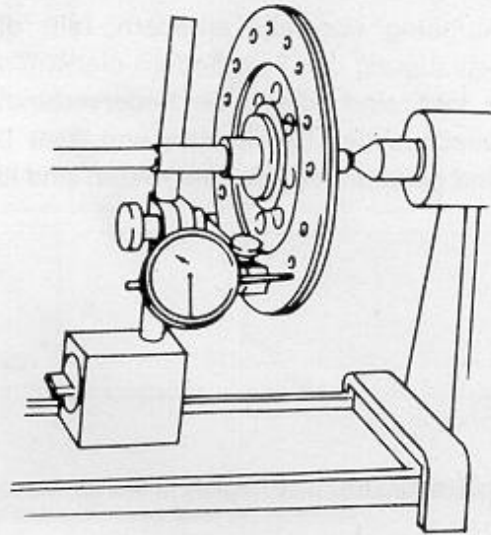

Bild 54
- Schlag der Mitnehmerscheibe von mehr als 0,5 mm, wenn die Scheibe auf einem Dorn zwischen den Spitzen einer Drehbank eingespannt wird, wie es in Bild 54 gezeigt ist. Die Meßuhr ist bei einem Durchmesser von 195 mm anzusetzen.